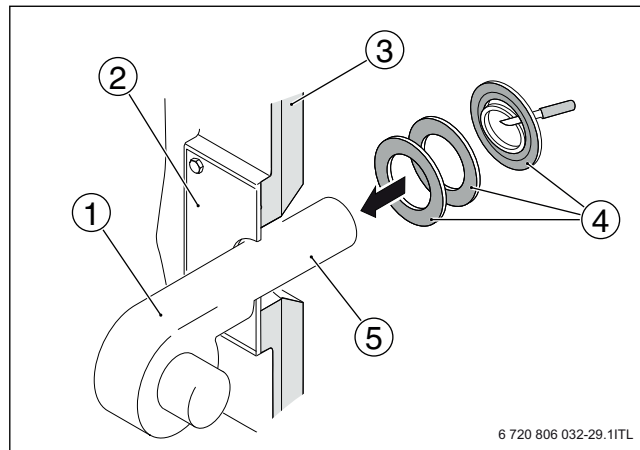

Рис. 20 Монтаж горелки
- ▶ Закрепите болтами горелку (→ рис. 20, [1]) на плите [2].